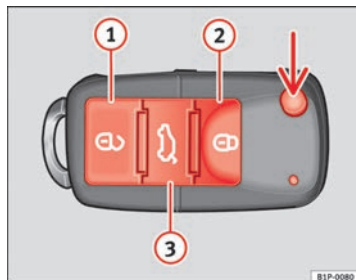

Fig. 46 Botões da chave com comando à distância
Com a tecla ⇒ Fig. 46 (seta) do comando, destranca-se o palhetão da chave.
Destrancagem do veículo ② ⇒ Fig. 46 ①.
Trancagem do veículo ③ ⇒ Fig. 46 ②.
Destrancagem da porta do porta-bagagens. Pressione o botão ③ ⇒ Fig. 46 ③ até que todas as luzes indicadoras de mudança de direcção do veículo pisquem durante breves segundos. Ao premir o botão de destrancagem ③, dispõe de 2 minutos para abrir o porta-bagagens. Uma vez decorrido este tempo, será novamente trancado.
- Pressione o botão   ⇒ Fig. 46 do comando à distância.